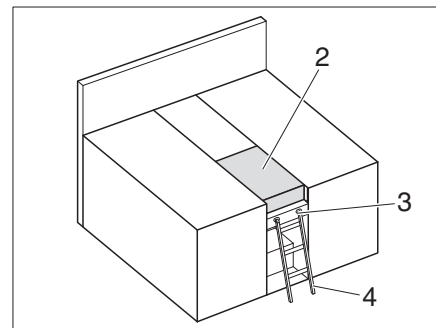

Fig. 179 Lit double
- Placer le coussin supplémentaire (Fig. 179,2).
- Retirer les coussins supplémentaires (Fig. 179,3).
- Introduire la partie extensible (Fig. 179, 1) et accrocher la bande de retenue (Fig. 179, 2).
Utiliser l'échelle de montée de série (Fig. 179,4) pour accéder au lit supérieur.
Accrocher: ■ Accrocher l'échelle de montée (Fig. 179,4) par les longerons sur le bandeau (Fig. 179,3) installé sur le cache.